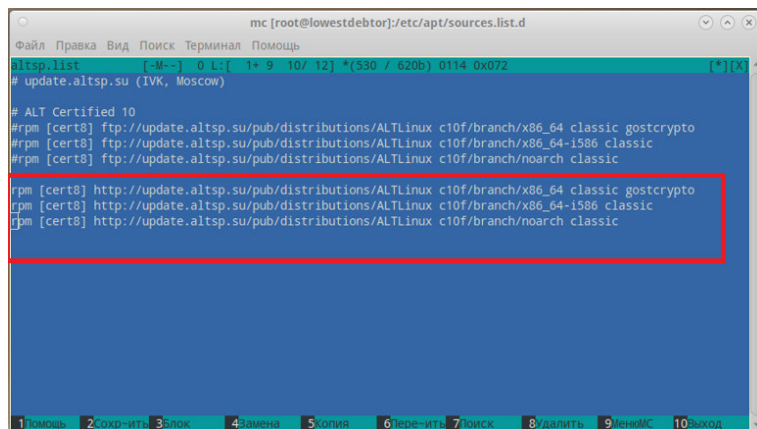

Рисунок 10
3.3.1.6 Внести изменения в файл "altsp.list", нажав кнопку F4, в строках, содержащих "http://" убрать символ "#" в начале строки (рисунок 10).